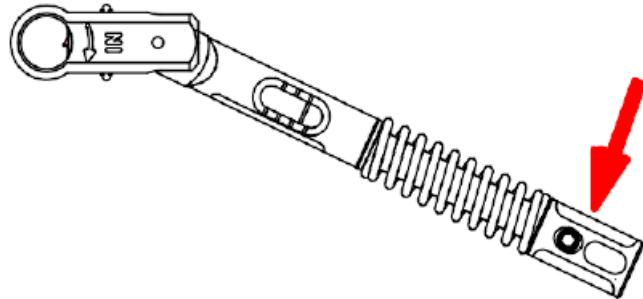

Figura 2
- Per applicare con precisione la coppia, occorre premere esclusivamente sull'impugnatura del dado di regolazione (vedere freccia nella Figura 2).